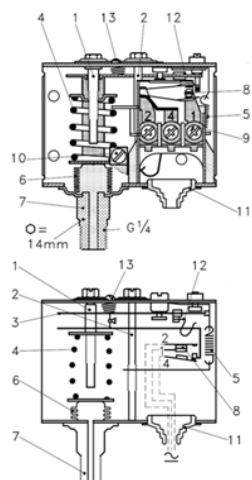

Рис. 3.1
- ослабьте стопорный винт 13 на крышке прибора (см. рис.3.1);